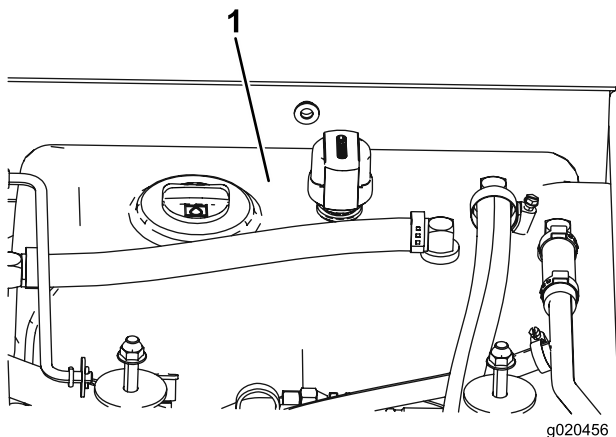

Bild 75
4. Füllen Sie den Hydraulikbehälter (Bild 75) mit Hydrauliköl, siehe Prüfen des Hydrauliköls (Seite 57).